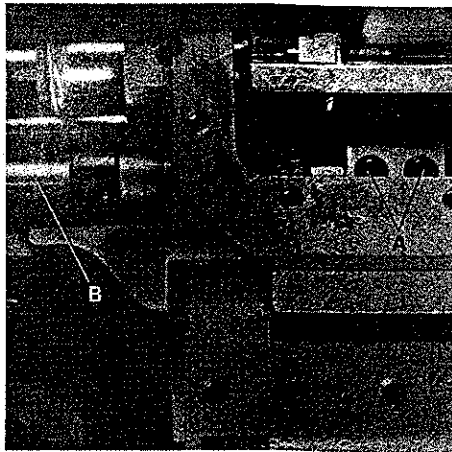

Fig.69
If the main and the differential feed dogs are not parallel to throat plate top surface at the moment they rise above throat plate, loosen screws (A, Fig. 69) and turn shaft (B) as required to set the feed dogs parallel. Retighten screws.
Stehen der Haupttransporteur und der Differentialtransporteur bei ihrem Austritt aus der Stichplatte nicht parallel zur Stichplattenoberkante, so kann nach Lösen der Schrauben (A, Fig. 69) die Welle (B) so gedreht werden, daß die Transporteure parallel stehen. Ziehen Sie die Schrauben wieder an.